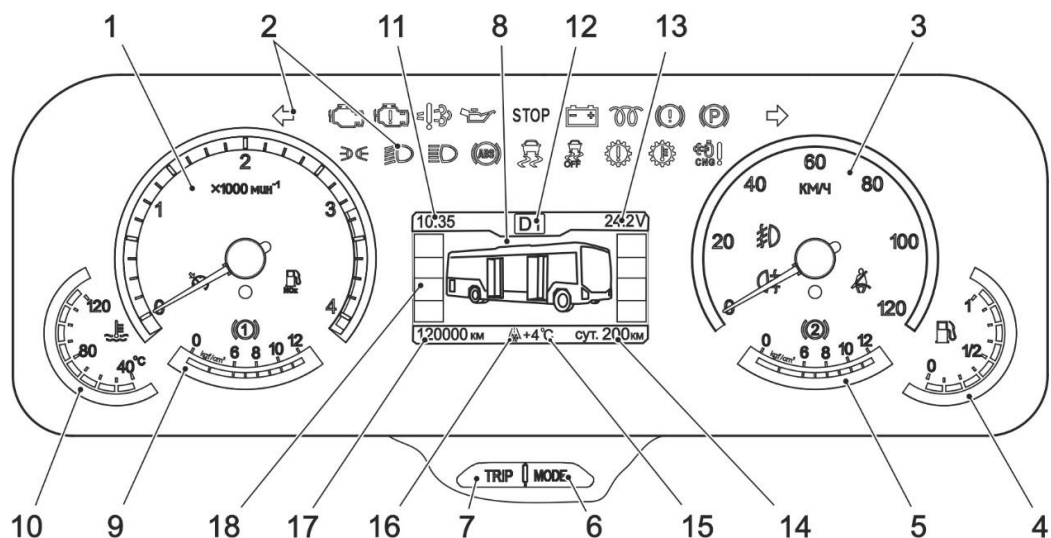

**Рис. 2.7 Указатели комбинации приборов**
**Тахометр 1** (рис. 2.7) указывает частоту вращения коленчатого вала двигателя. Во время движения автобуса рекомендуется чтобы стрелка тахометра находилась в зеленом поле шкалы. При этом обеспечиваются наиболее экономичный режим движения и благоприятные условия для работы двигателя. Положение стрелки в красном поле не желательно, так как работа двигателя на этом режиме увеличивает расход топлива и снижает ресурс двигателя.
**Спидометр 3** (рис. 2.7) указывает скорость движения автобуса в км/ч. На циферблате спидометра имеется сигнализатор превышения скорости, который загорается при достижении автобусом скорости 90 км/ч.
**Указатель количества топлива 4** (рис. 2.7) показывает количество топлива в долях от полного объема бака или баллонов (для автобуса с ГБО). Указатель имеет шкалу, восемь светодиодных сегментов, размещённых по краю шкалы, и сигнализатор "Низкий уровень топлива". На шкале указателя имеются цифры, метки и жёлтая зона.
**Указатель температуры охлаждающей жидкости двигателя 10** (рис. 2.7) имеет шкалу с красной зоной, восемь светодиодных сегментов, размещённых по краю шкалы, и сигнализатор "Аварийная температура двигателя". При переходе светящегося сегмента в красную зону шкалы и загорании сигнализатора аварийной температуры охлаждающей жидкости, необходимо остановить двигатель и устранить причину перегрева.